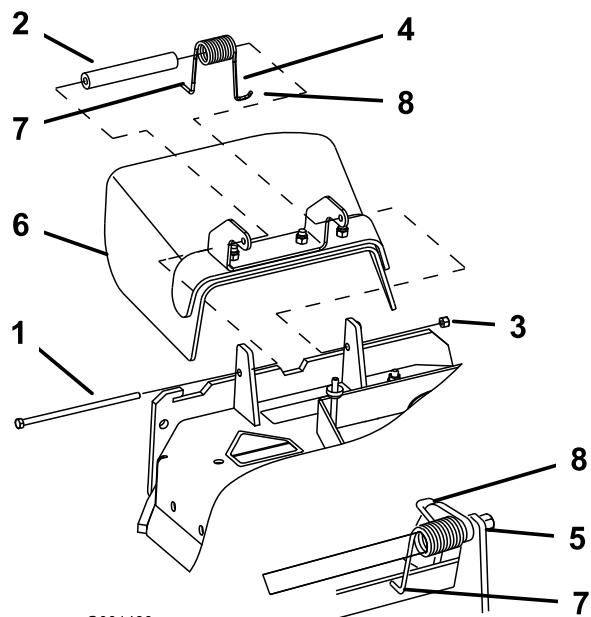

Figure 54
Remarque: Prenez soin de placer l'extrémité en L du ressort derrière le bord du tablier avant de mettre le boulon en place, comme indiqué à la Figure 54.
- Remettez le boulon et l'écrou. Accrochez l'extrémité en J du ressort au déflecteur d'herbe (Figure 54).
- Retirez le contre-écrou, le boulon, le ressort et l'entretoise qui fixent le déflecteur aux supports de pivot (Figure 54). Enlevez le déflecteur s'il est endommagé ou usé.